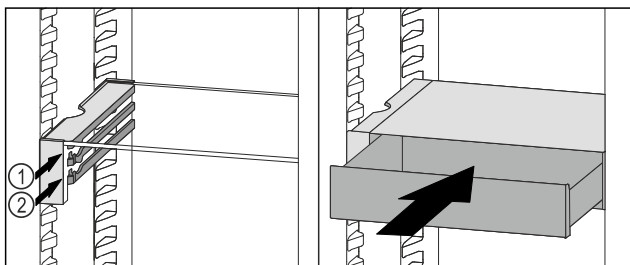

Fig. 119
- ▶ Plasser VarioSafe-skuffen bak stopperne på ønsket rille Fig. 119 (1) eller Fig. 119 (2).